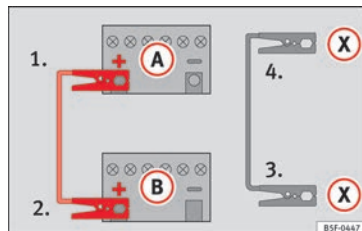

Fig. 60 Schema elettrico per i veicoli dotati di sistema Start/Stop.
- 4b. *Nei veicoli con sistema Start/Stop:* collegare un'estremità del cavo nero di emergenza (X) a un terminale di massa idoneo, a un elemento metallico massiccio avvitato al monoblocco del motore o al monoblocco stesso » fig. 60.
5. Collegare l'altra estremità del cavo nero (X), al monoblocco del motore del veicolo con la batteria scarica oppure ad un elemento metallico massiccio annesso al monoblocco e comunque non nelle immediate vicinanze della batteria (A).